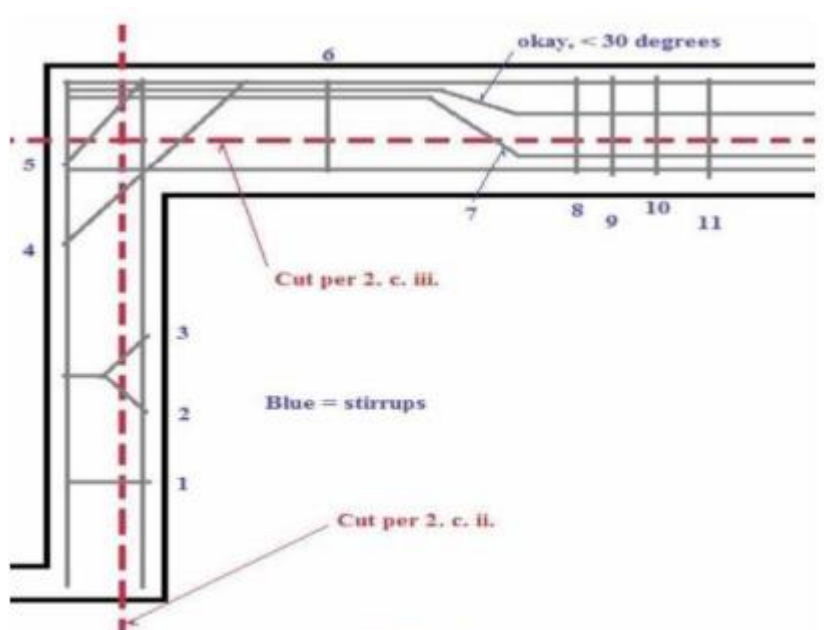

Figura 1
- f) Para la determinación del refuerzo longitudinal o de cortante (estribos) se utilizará un plano imaginario que puede pasar por cualquier parte de la estructura, cortando paralelo o perpendicular a la horizontal (ver Figura 1).